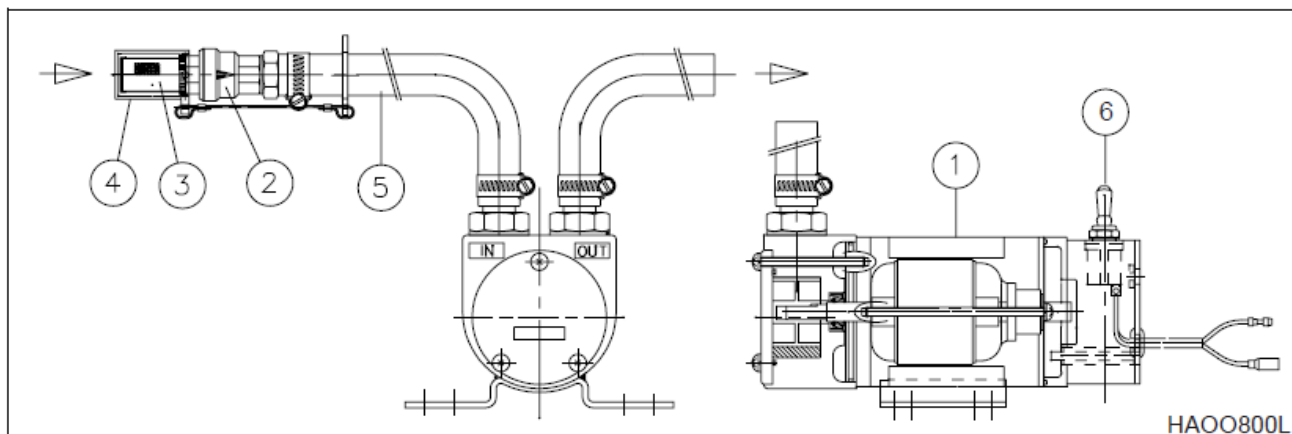

Рис. 92
1. Снять колпачок (4, рис. 92) фильтра грубой очистки (3) на конце впускного шланга (5).
**ПРИМЕЧАНИЕ:** Поместить колпачок фильтра (4, рис. 92) в безопасное место, чтобы после окончания заправки закрыть фильтр (3).
2. Вставить впускной шланг (5, рис. 92) в емкость с топливом для дозаправки.
3. Установить переключатель (6, рис. 92) топливного насоса во включенное положение (**ON**).
4. Сразу по окончании перекачки топлива установить переключатель (6, рис. 92) в отключенное положение (**OFF**), чтобы остановить насос.
5. Поднять впускной шланг (5, рис. 92) из топливной емкости и включить насос на 2 – 3 секунды, чтобы слить оставшееся в шланге топливо в топливный бак.
6. Установить колпачок (4, рис. 92) впускного фильтра грубой очистки (3) и вернуть впускной шланг (5) в положение для хранения.